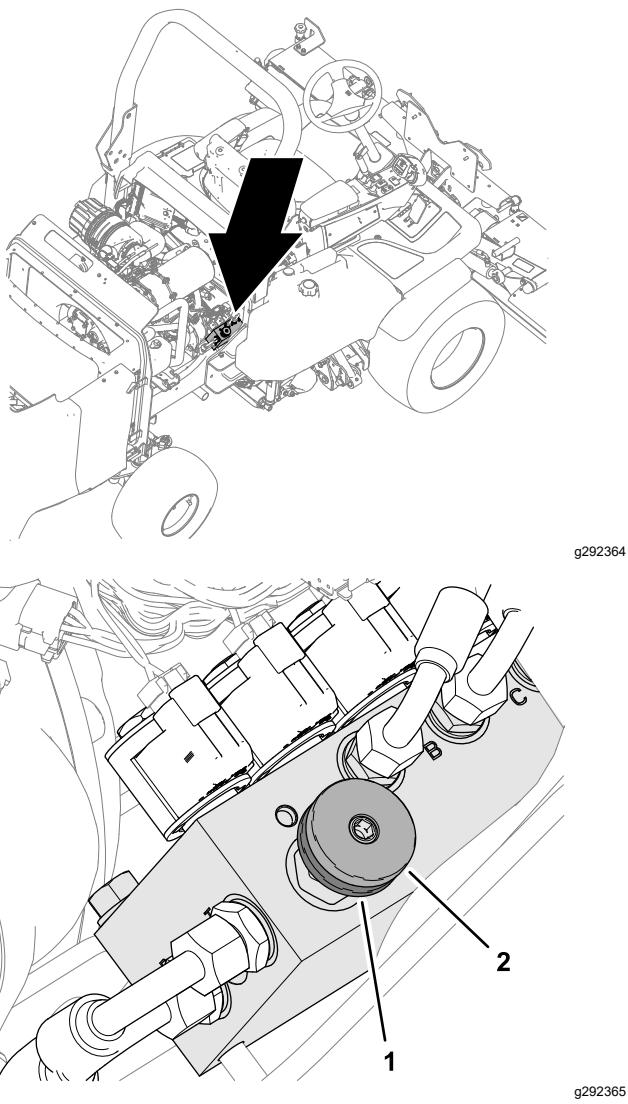

Bild 32
2. Lösen Sie auf der rechten Seite der Maschine das Arretierrad des Gewichtsverlagerungsverteilers um eine 1/2-Umdrehung gegen den Uhrzeigersinn, während Sie das Handrad festhalten (Bild 32).
3. Drehen Sie das Handrad für die Gewichtverlagerung (Bild 32) wie folgt:
4. Ziehen Sie das Arretierrad wieder fest (Bild 32).